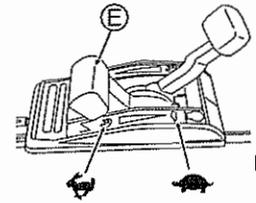

Fig. 14
- Vérifiez qu'il n'y a personne derrière vous lorsque vous tirez sur le bouton du Démarreur (V).
- Attrapez fermement le bouton du Démarreur (V) lorsque vous le tirez.
- Remettez doucement le bouton du Démarreur (V) dans sa position initiale.
5 Faites chauffer la machine avant de l'utiliser. Une fois que le moteur est chaud, commencez à tondre en plaçant la Manette des gaz (E) sur la position "E". (Voir Fig. 14)